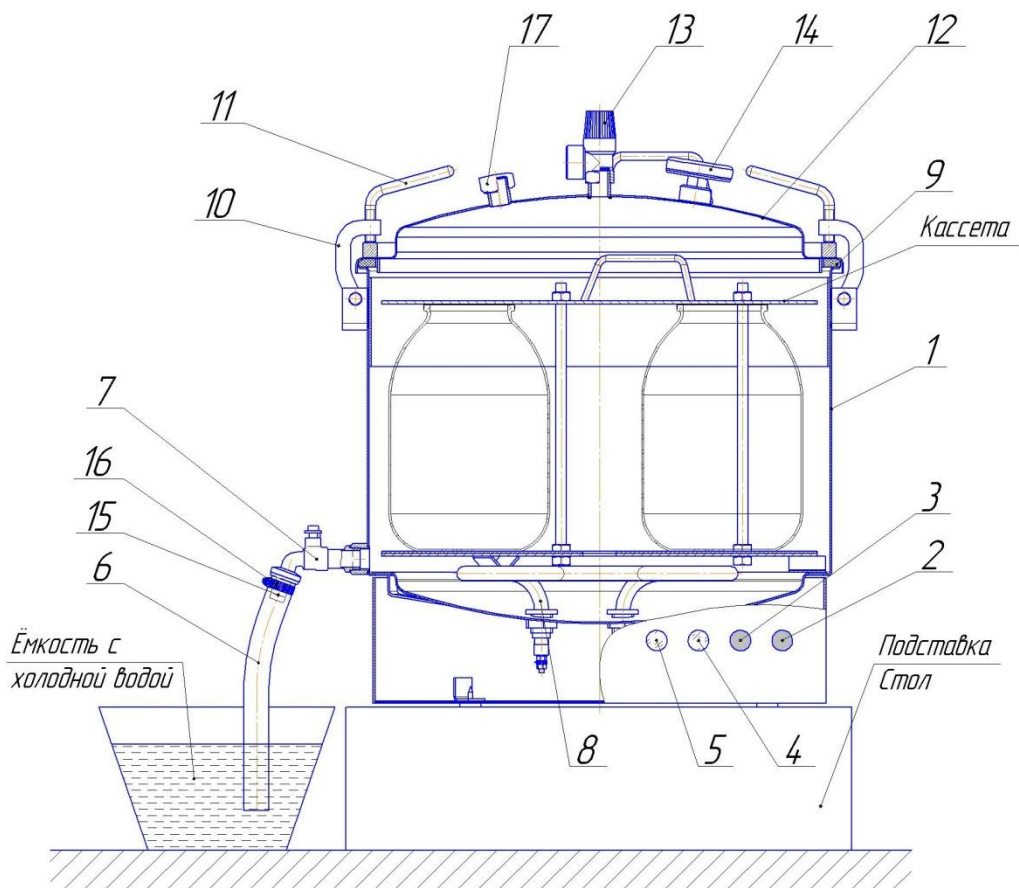
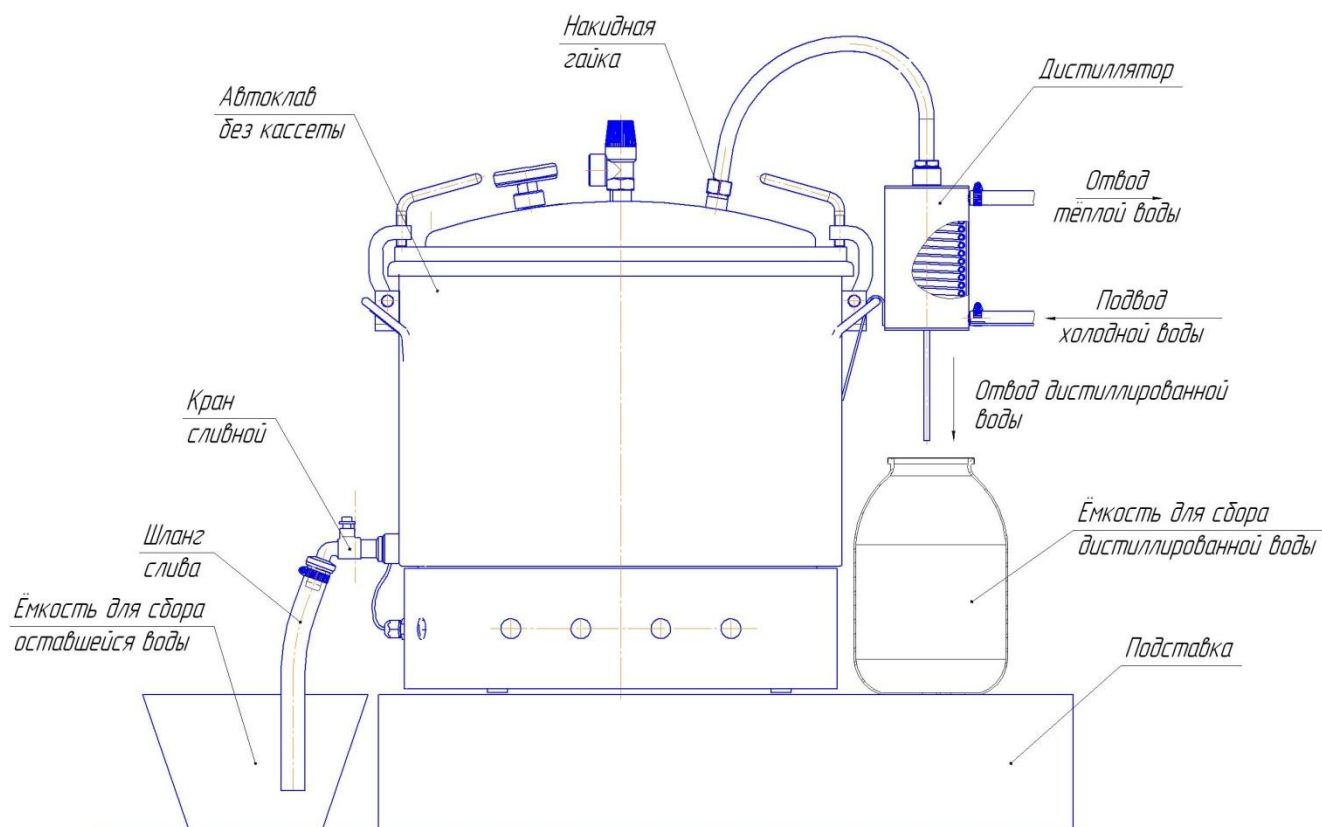

Рис. 1. Автоклав в сборе
Рис. 3. Автоклав в сборе с дистиллятором
4.4. Для защиты от брызг и пара при сливе воды с температурой свыше 100 °С, конец шланга слива 6 (рис.1) опустить в ведро (или другую ёмкость) с небольшим количеством холодной воды (водяной затвор) и закрепить его (например, привязав шланг к ручке ведра), иначе возможны хаотичные движения шланга с выбросом пара и горячей воды во все стороны в первые минуты слива воды.
- не вывинчивать упоры зажима крышки 8 (рис. 1) автоклава;
- при необходимости сбросить давление в автоклаве, повернуть головку предохранительного клапана 13 (рис.1), до полного прекращения выхода пара (для предотвращения попадания пара на руку одеть защитную перчатку);
- вывинтить упоры 11(рис. 1), отбросить прижимы 10 и снять крышку 12;
5.2. Установить автоклав на подставку (рис.1).
5.4. Для исполнений автоклава -02, -03, -04 и -05 проверить затяжку заглушки 17 (рис. 1).
5.7. Снять крышку 12 (рис.1) и налить в корпус 1 (рис.1) 20 литров воды.
5.8. Установить крышку 12 (рис.1) на место свободно без прижима.
При этом загорается сигнальная лампа 5 зелёного цвета (рис. 1). Это означает, что автоклав находится под напряжением.
5.15. Набросить на крышку прижимы 10 (рис.1) и с помощью упоров 11 прижать крышку к корпусу равномерно крест-накрест затягивая упоры.
5.17. Поддерживать температуру стерилизации в течении времени стерилизации, рекомендуемого в выбранном Вами рецепте. Контроль температуры осуществлять по стрелочному термометру 14 (рис.1), поддерживать её постоянной включая или выключая ТЭН кнопками «ПУСК» и «СТОП». Время контролировать по часам.
- открыть кран 7 (рис.1) для слива воды, который снабжён дозирующим устройством (жиклёр 15), обеспечивающим слив воды за 20-30 минут, смотри пункт 4.4.
5.19. После остывания автоклава до 95°С повернуть головку предохранительного клапана 13 (рис.1) и выпустить из автоклава пар. Эти действия позволят продолжиться процессам слива воды и более интенсивному остыванию кассеты с банками.
5.21. Вывинтить упоры 11 (рис.1), отбросить прижимы 10, снять крышку 12.
5.25. В случае затруднения сброса воды, перед следующей стерилизацией необходимо промыть штуцер-жиклёр 15 сливного крана. Для этого: открутить штуцер-жиклёр 15 (рис. 1), тщательно промыть его проточной водой и установить его обратно.
6.1. Убрать из автоклава кассету (рис. 1).
6.5. Поставить крышку 12 на место, убедиться в правильной её установке. Набросить на крышку прижимы 10 (рис.1) и с помощью упоров 11 прижать крышку к корпусу равномерно крест-накрест затягивая упоры.
6.6. Собрать дистиллятор (рис. 3), предварительно удалив заглушку с прокладкой 17 (рис. 1). Проверить плотность соединения гибкого металлического шланга, трубок и крышки автоклава.
6.11. При появлении пара из конца отводящей трубки открыть водопроводный кран и заполнить рубашку конденсатора водой до выхода её из сливной трубки (рис.3).
6.12. При появлении первых капель дистиллированной воды из отводящей трубки (рис.3) отрегулировать расход воды через конденсатор так, чтобы из отводящей трубки не выходил пар. Поддерживать постоянную температуру воды в корпусе автоклава с помощью выключения и включения ТЭНа.
6.13. При получении необходимого количества дистиллированной воды необходимо отключить автоклав кнопкой «СТОП» и дождаться прекращения процесса кипения в автоклаве. При этом перестает капать вода из отводящей трубки (рис.3).